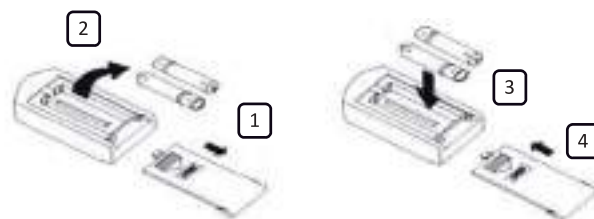

Рисунок 7.3
• **Замена батареек в ИК пульте (рисунок 7.3)**